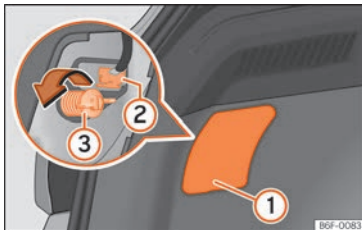
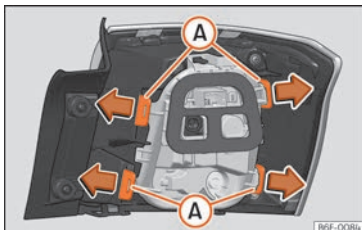

Abb. 57 Gepäckraum: Zugang zur Befestigungsschraube der Heckleuchte.
Abb. 58 Befestigungslaschen Rückseite Heckleuchte.
- Hebeln Sie die Abdeckung an der Aussparung »» **Abb. 57** ① mit dem flachen Teil des Schraubendrehers ab.
- Ziehen Sie den Stecker von der Lampe ② ab.
- Schrauben Sie mit der Hand oder mit Hilfe eines Schraubendrehers die Befestigungsschraube der Leuchte ③ heraus.
- Bauen Sie den Lampenträger aus, indem Sie die Befestigungslaschen »» **Abb. 58** A entriegeln.